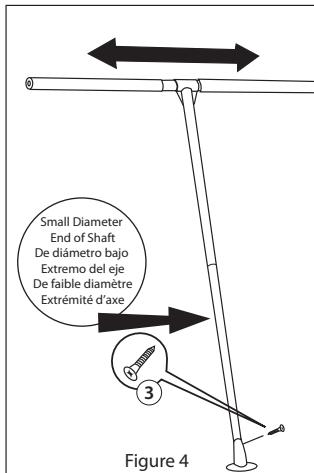

Figure 4
6. Attach handle using provided screw (3), as shown in figure 4.
6. Attacher la poignée avec la vis fournie (3) selon la Figure 4.